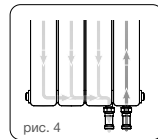

рис. 4
3. Радиатор подключается к трубопроводам с помощью узлов (кранов) нижнего подключения прямых или боковых G3/4" (рис. 4).